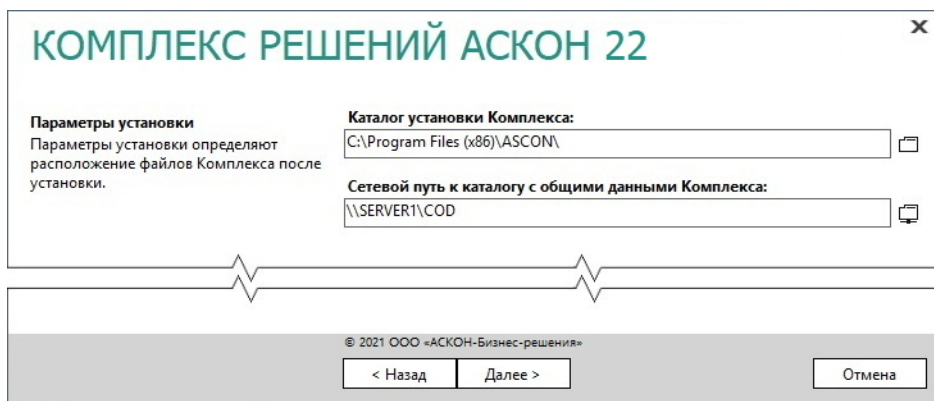

Рис. 4.64
1. Укажите полное имя каталога, в который будут установлены указанные компоненты *Комплекса* (рис. 4.64). При необходимости воспользуйтесь кнопкой **Выбрать**, чтобы указать каталог в стандартном окне Windows.